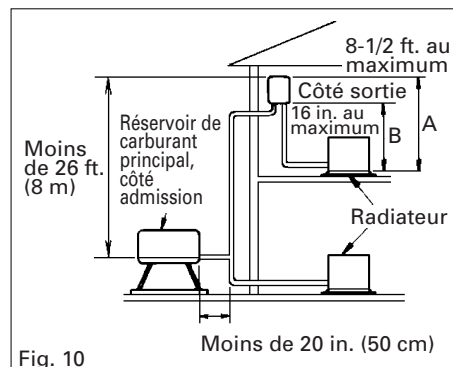

Fig. 10
Les hauteurs (A) et (B) entre l'arrivée de combustible de l'appareil de chauffage et la pompe élévatrice doivent être celles exigées pour cet appareil de chauffage (16 in. au minimum et 8-1/2 ft. au maximum). (Fig. 10)